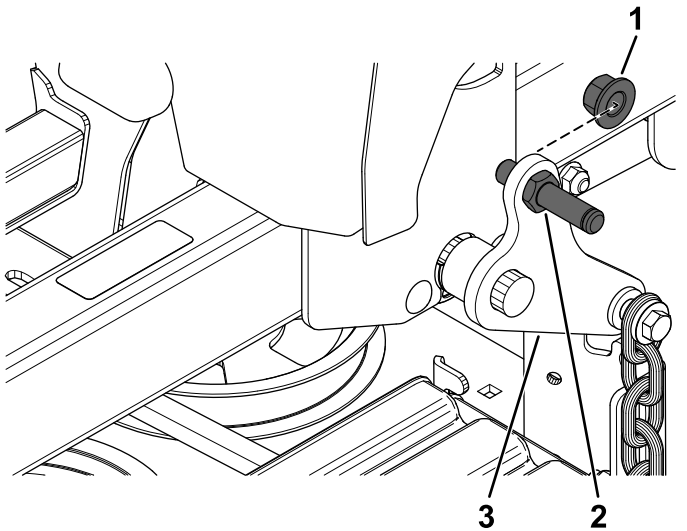

Figura 9
1. Prenda o pino da articulação ao braço de elevação da plataforma traseiro utilizando uma porca de bloqueio (½ pol.) como se mostra na Figura 9.